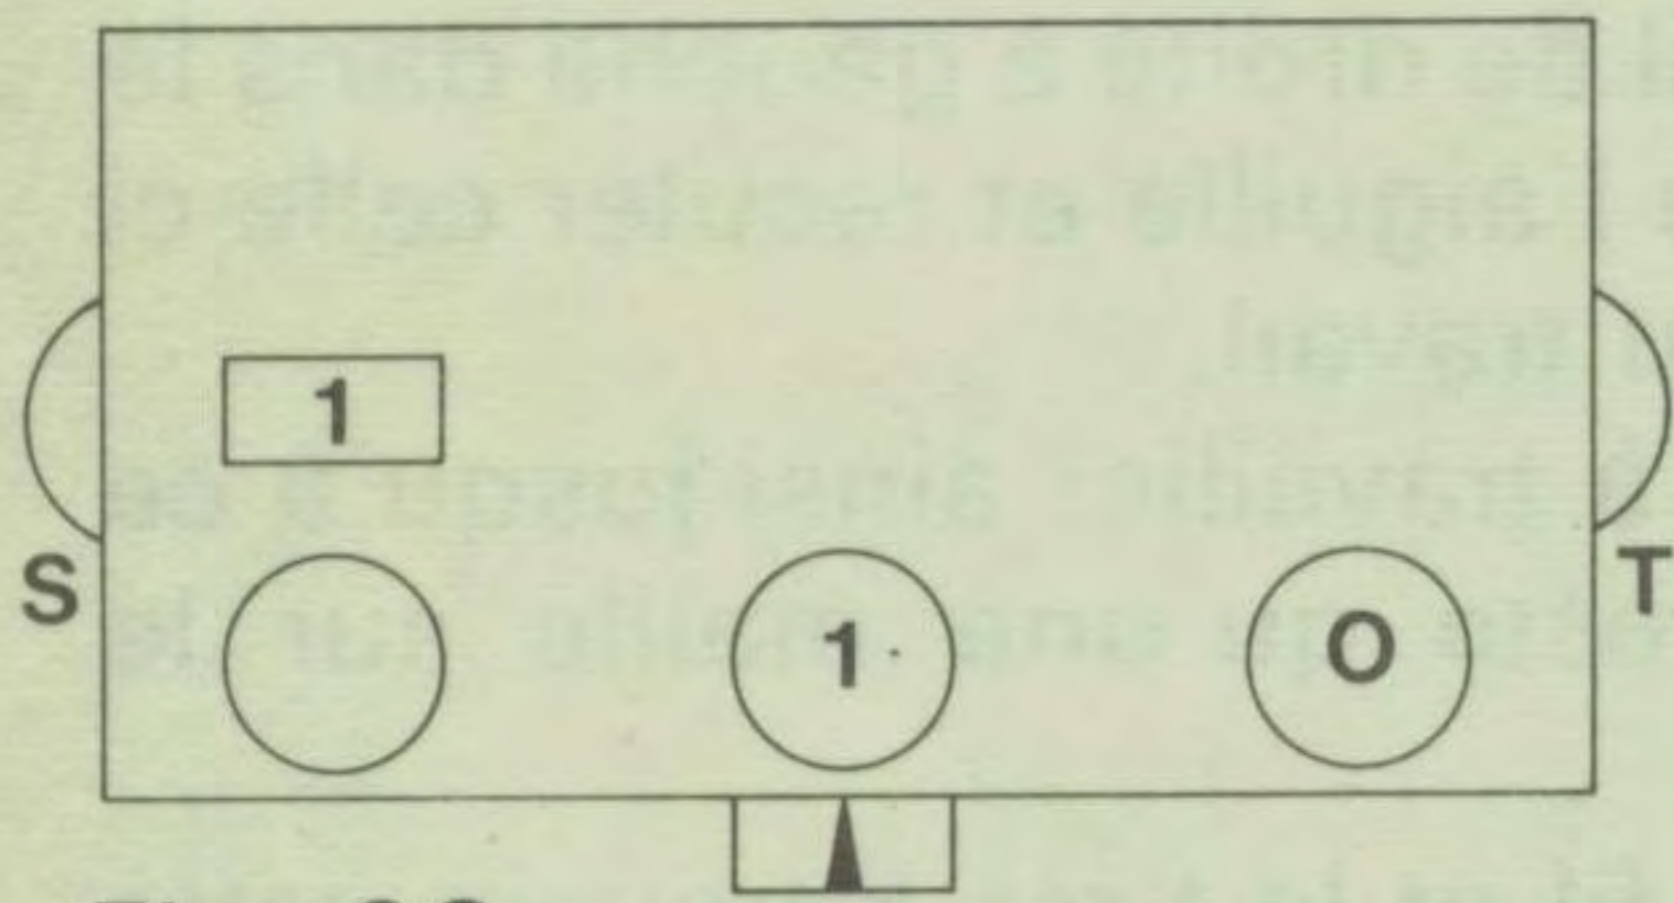

Fig. 62
- Levier W-X au milieu, Fig. 62,